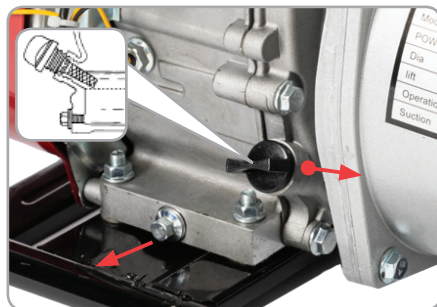

Fig.4
**Alimentarea/completarea cu ulei (fig.4):****! (consultați manualul motorului)**